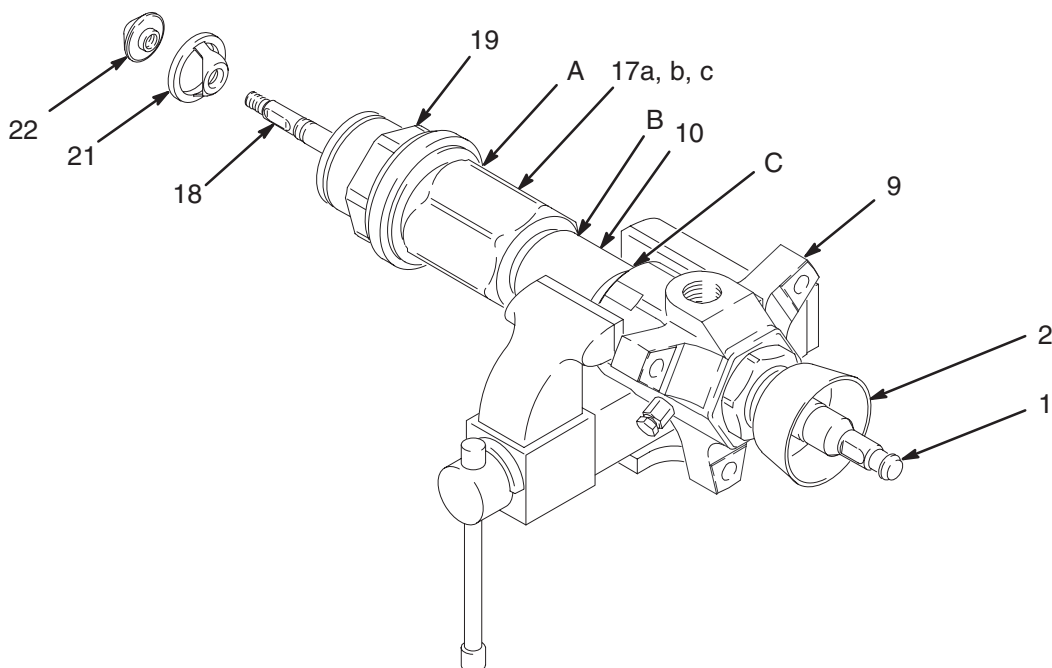

Abb. 8
1. Unterpumpe wie auf Seite 18 beschrieben vom Motor abnehmen. Pumpe mit dem Auslassgehäuse (9) wie in Abb. 8 dargestellt in einen Schraubstock einspannen.
2. Die Schlüssel­flächen der Schöpfkolbenstange (18) mit einem verstellbaren Schlüssel halten und mit einem zweiten Schlüssel den Schöpfkolbensitz (22) von der Stange abschrauben. Schöpfkolben (21) von der Stange schieben. Innere und äußere Oberflächen des Kolbens (21) auf Kratzer, Verschleiß oder andere Beschädigungen untersuchen.
3. Packungsmutter (2) mit dem im Lieferumfang enthaltenen Schlüssel (109) lösen.
4. Mit einer Rohr­zange den Einlass­zylinder (19) vom Einlass­ventil­gehäuse (17) abschrauben. Die Pumpe kann sich an den Verbindungen A, B, oder C trennen. Siehe Abb. 8.